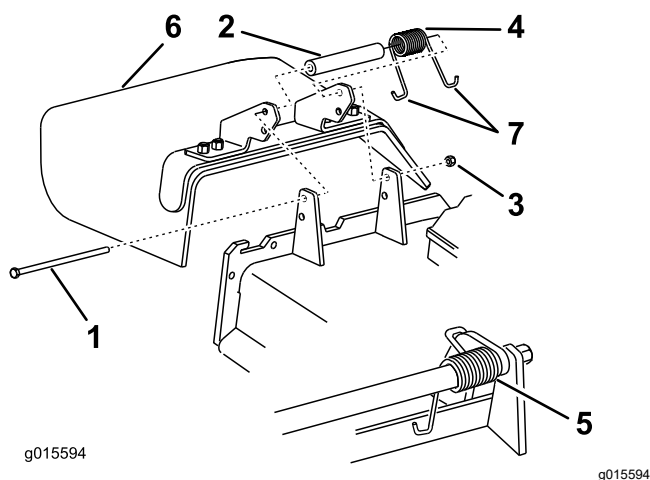

Figura 21
4. Retire la contratuerca, el perno, el muelle y el espaciador que sujetan el deflector a los soportes de pivote (Figura 21).
5. Retire el deflector de hierba (Figura 21).